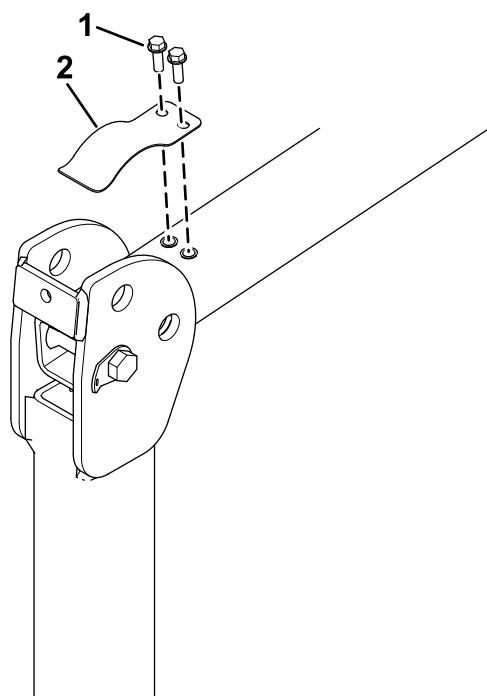

Figura 15
1. Con la barra antivuelco bajada, retire el muelle de lámina antitraqueteo (**Figura 15**) de cada lado de la barra antivuelco.